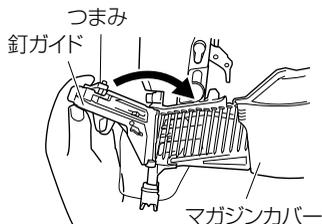

図 12
- マガジнкаバーが閉じられていることを確認した後、釘ガイドとつまみに指をかけ、つまみを下へ押しながら、釘ガイドを右に回して完全に閉じます。(図 12)